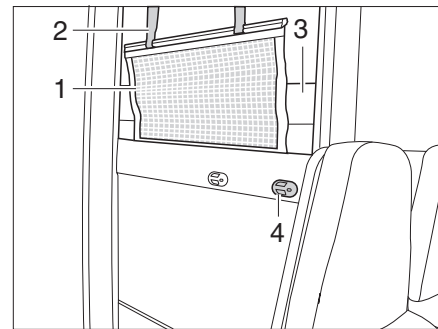

Fig. 133 Litera (lado)
- Tomar el colchón (Fig. 133,3) de la cama superior y colocarlo en la cama inferior.
- Enganchar la escalera de ascenso con los largueros en el soporte (Fig. 133,4) en el panel.
La red de seguridad (Fig. 133,1) viene de serie entre el colchón y el somier. Tender la red de seguridad cuando las personas ya se encuentren en la cama.
- Engatillar las cintas de sujeción (Fig. 133,2) en los soportes en el techo.